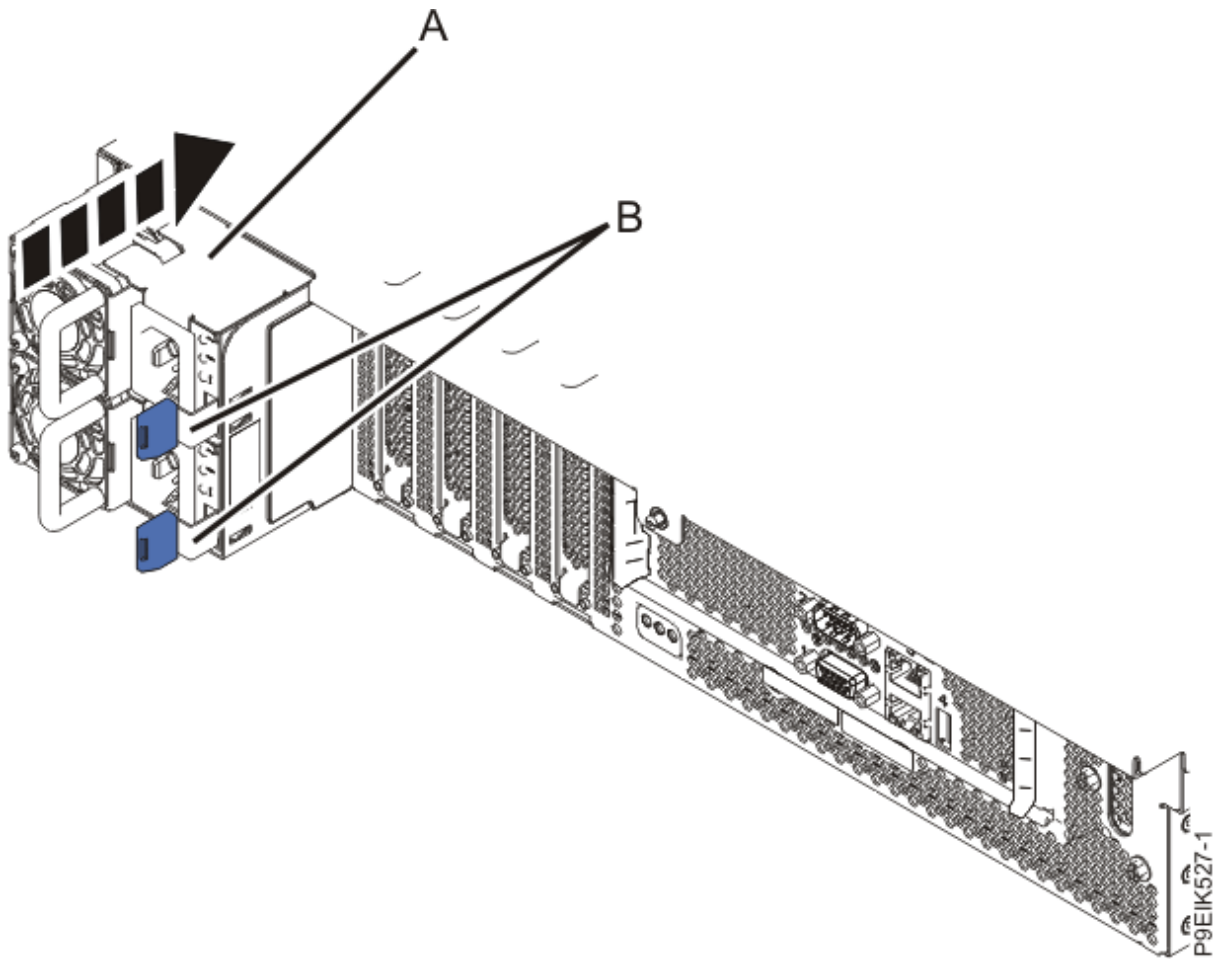

Figure 194. Remplacement des blocs d'alimentation dans le système
4. Remplacez les blocs d'alimentation comme illustré dans la Figure 194, à la page 223.